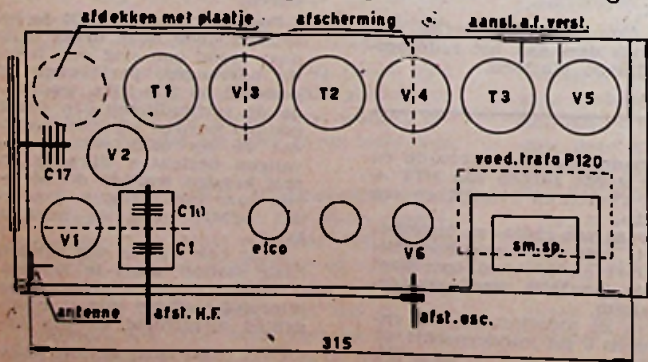

Fig. 1
Voor de opbouw werd een Amroh Universeel chassis (cat. no. 91.921) gebruikt, de opstelling der onderdelen is aangegeven in fig. 1. Voor de buishouders van  $V_1$  en  $V_2$  moesten op de aangegeven plaatsen gaten worden gemaakt. Het niet gebruikte gat links-achter wordt met
**H**ET principe van de toegepaste schakeling laat zich aan de hand van fig. 1 haast zonder meer begrijpen. Van trafo  $T_1$  is de secundaire wikkeling in serie opgenomen met een van de uit twee draden bestaande leiding van de netspanning. Een regeltrafo is op de inkomende netspanning aangesloten. Indien de arm van deze regeltrafo zich nu op punt X bevindt dan ontvangt de primaire van  $T_1$  geen spanning, waardoor beide, dus de in- en uitgaande netspanningen, identiek zijn. (Bij deze gedachtengang is de impedantie van  $T_1$  verwaarloosd).